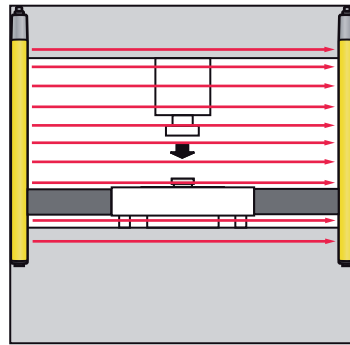

Bild 4.1: Feste Ausblendung: Mechanische Sperren verhindern seitlichen Eingriff in das Schutzfeld
- ↳ Bringen Sie ggf. mechanische Sperren, die mit dem Objekt fest verbunden sind, ordnungsgemäß an (siehe Bild 4.1), um „Schattenbildung“, etwa durch hochstehende Teile oder schrägen Einbau, zu verhindern.